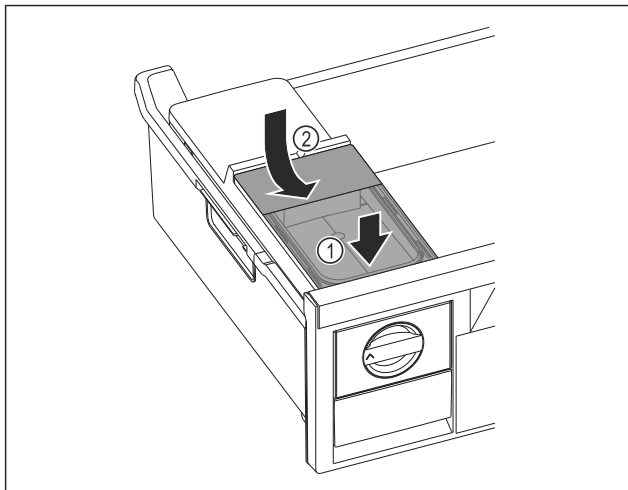

Fig. 178
- Futni depozitën e ujit në pjesën përpara. Fig. 178 (1)
- Ulni poshtë depozitën e ujit në pjesën e pasme. Fig. 178 (2)